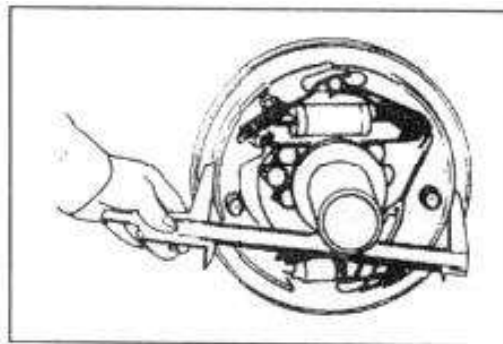

Рис. 6-25
(9) Установите регулировочный механизм, пружину, толкатель, возвратную пружину толкателя. (Рис. 6-25).